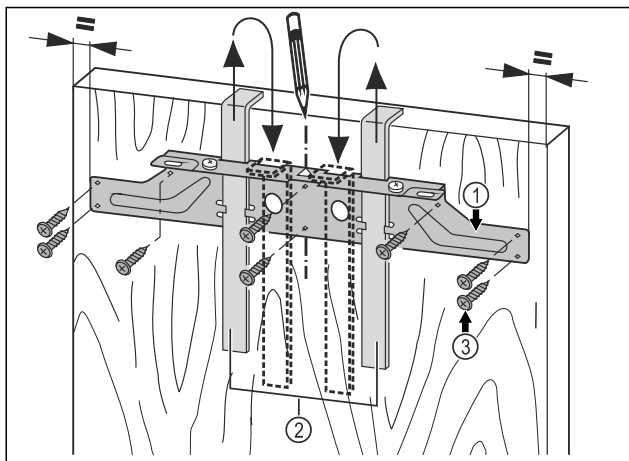

Fig. 44
- ▶ Навесьте крепежную поперечину Fig. 44 (1) с монтажными вспомогательными элементами Fig. 44 (2) на внутреннюю сторону мебельной двери.
- ▶ Выровняйте крепежную поперечину Fig. 44 (1) по центру на двери.
- ▶ Прикрутите крепежную поперечину Fig. 44 (1) по меньшей мере 6 винтами Fig. 44 (3).
- ▶ Прикрутите крепежную поперечину Fig. 44 (1) 4 винтами Fig. 44 (3) по краю.
- ▶ Вытяните вверх монтажные приспособления Fig. 44 (2) и, развернув, вставьте их в расположенные рядом приемные отверстия.